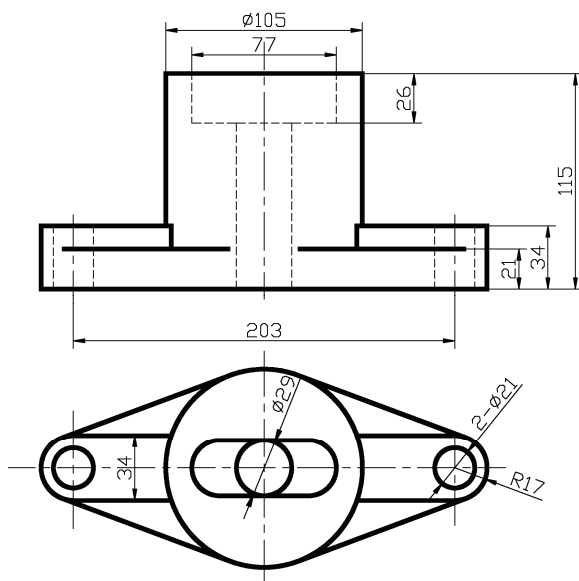
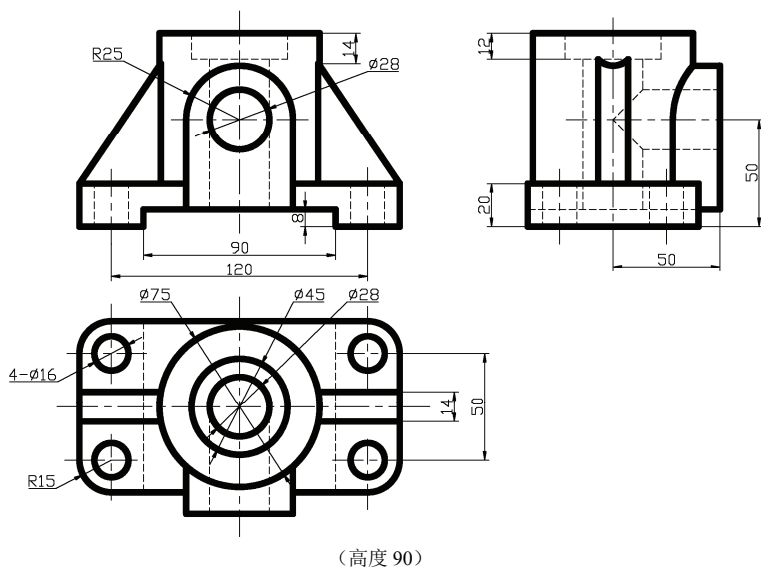

图 T6-15 三视图练习图例一
图 T6-16 三视图练习图例二
4. 按照尺寸绘制图 T6-15、图 T6-16 所示的组合体三视图。